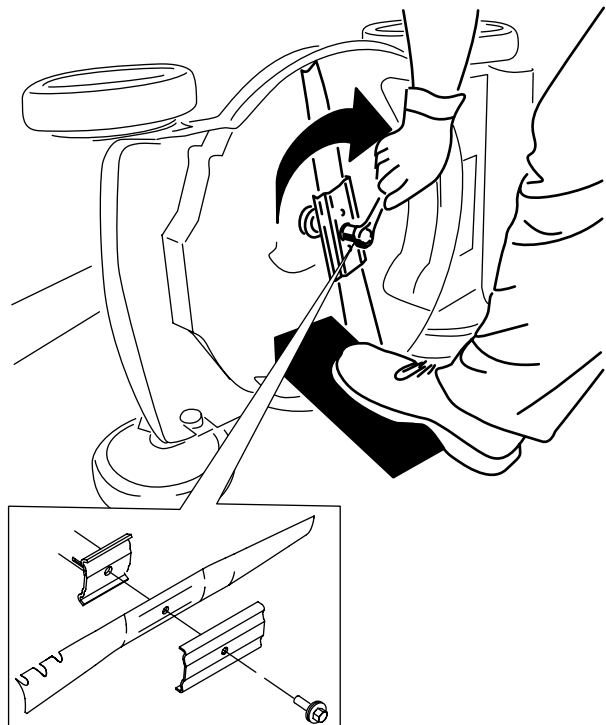

Bild 25
4. Setzen Sie das neue Messer und alle Schrauben auf (Bild 25).